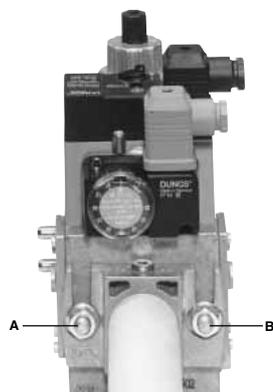

Fig. 6
3. stringere le viti A, B, C e D (Fig. 6 - Fig. 7), rispettando le posizioni di montaggio (Fig. 9);